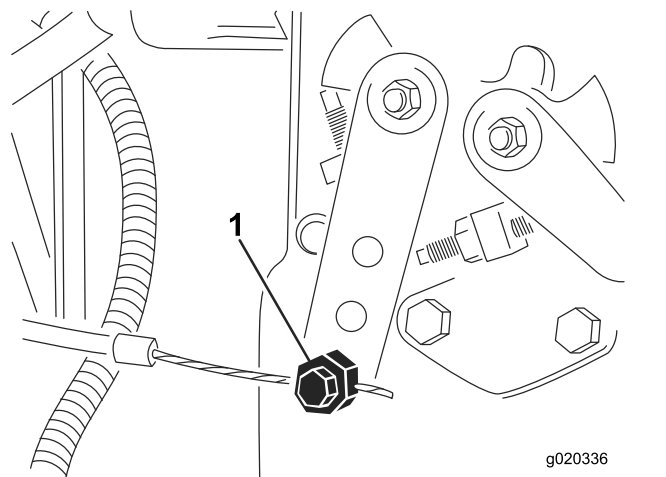

図 78
3. 噴射ポンプのレバーアーム 図 78の部分にあるスロットルケーブルのコネクタをゆるめる。